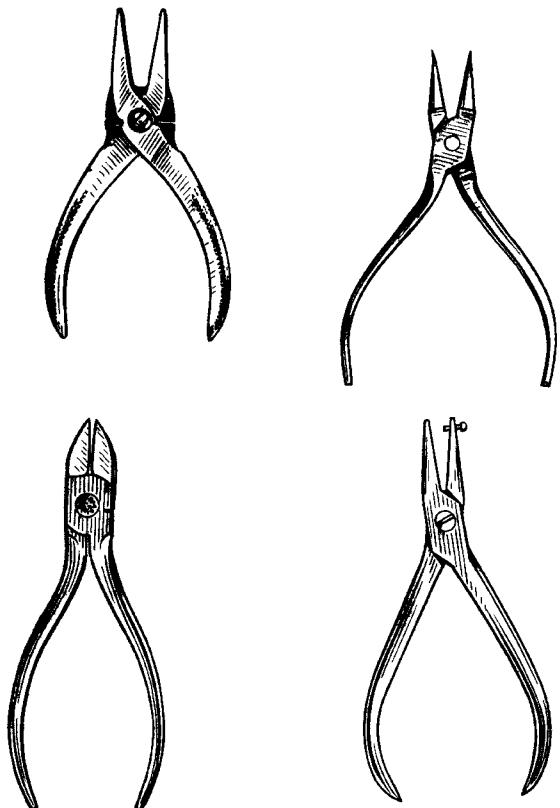

Рис. 21. Плоскогубцы с кусачками для струн, круглогубцы, кусачки для штифтовальной проволоки и пломбир
Одиночные струны дольше обтягиваются на петлях, на них идет больше материала, но при обрыве выходит из строя лишь одна эта струна. Двойные струны дают некоторую экономию штифтов и струнного материала, но при обрыве выходит из строя сразу две ее части. Из оборванной двойной струны можно сделать одну одиночную. Для этого оставшуюся струну снимают с рамного штифта, кусачками отрезают после перегиба порванную часть, оставив 6—7 см для петли. Вокруг губки круглогубцев (см. рис. 21) делают три четверти поворота, создав петлю, затем делают три-четыре витка вокруг струны и отрезают остаток, оставляя кончик в 6-7 мм в одной плоскости с петлей. При посадке петли на рамный штифт кончик должен всегда находиться снизу струны, чтобы при тенденции к разворачиванию он упирался в раму (или сукно), иначе он станет раскручиваться, и струна сорвется или же не будет держать строя. Струну укладывают на штеговые штифты так, чтобы она огибалась штифты.
6) Кусачки для струн, кусачки для латунной штифтовальной проволоки, круглогубцы для создания петли у струны, плоскогубцы (лучше такой ширины, чтобы можно было прижимать капсюльное сукно клавиатуры), плоскогубцы, в верхнюю губу которых ввинчен винт для пломбирования свинцовых пломб (см. рис. 21).
Ремонт молоточков и демпферов. Звуковые качества инструментов очень часто зависят от молоточков. Почти у всех старых инструментов они становятся легче не только вследствие износа, но и из-за усыхания дерева и фильца. То же происходит и с демпферами. Их следует утяжелить пломбированием свинцовой дробью или картечью. Дробь № 5 имеет вес 0,17 г, дробь № 4 — 0,22 г, дробь № 3 — 0,26 г, дробь № 2 — 0,32 г. Практика показала, что можно употреблять и более крупную дробь. Шкуркой следует придать грушевидную форму молоточку (снимая как можно меньше фильца), что дает ему упругость, уничтожает борозды и т. д. Верхний регистр или все молотки можно оклеить обработанной наждаком с глянцевой стороны кожей, что немного смягчит, ухудшит тембр, но сохранит молотки на многие годы. Отверстие высверливается либо ниже, либо выше гаммерстиля в керне молоточка, и в него впрессовывается дробь специальным пломбиром (см. рис. 21). Свинцевание демпферов рояля картечью улучшает работу демпферов, скорость заглушения струн: вес клавиши и педали увеличивается. Слишком легкая педаль у рояля неприятна, ведь упругость нажатия педали целиком за-